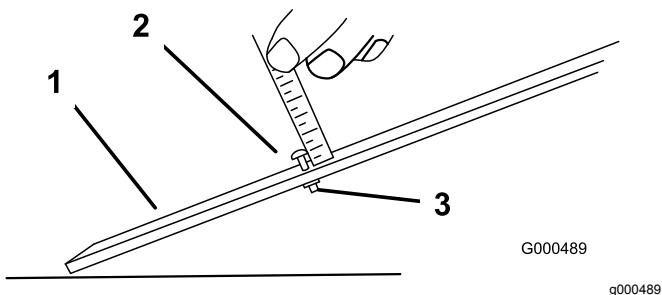

Bild 18
2. Lösen Sie die Mutter an der Messlehre und stellen Sie die Einstellschraube auf die gewünschte Schnitthöhe ein (**Bild 18**).